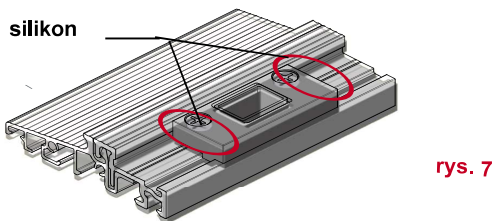

rys. 6
- Silikonuj wszystkie miejsca styku listwy klipsującej z zaczepami i łącznikami progu. (rys. 6)